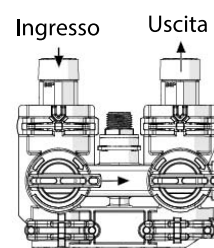

Figura 5
6. Assicurarsi che il tubo dell'acqua non trattata sia collegato alla valvola di controllo a destra e quello dell'acqua addolcita sia collegato a sinistra (Figura 5). Assicurarsi che le manopole del bypass siano ruotate nel senso indicato per il funzionamento addolcitore (Figura 5)
7. Collegare le tubazioni di ingresso e di uscita. La filettatura della valvola è BSPT da 3/4". Assicurarsi che l'acqua in ingresso sia collegata al lato destro (Figura 5).